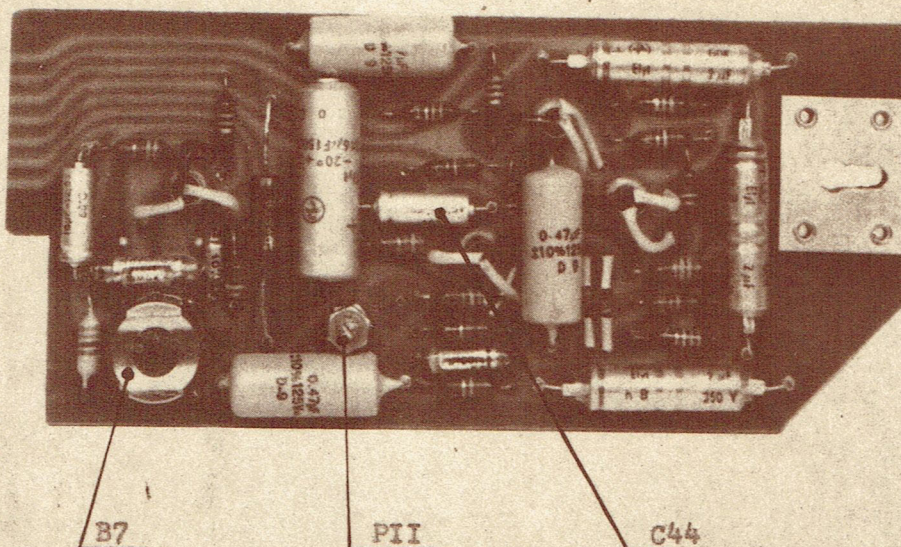

Fig. 11- Vue de la platine imprimée
- Régler P 11 pour 4,25 V aux bornes de C44 (fig. 11)